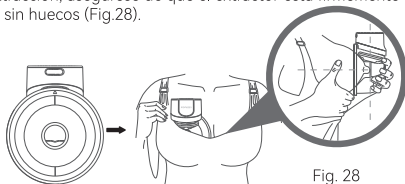

Fig. 28
a. Antes de la extracción, asegúrese de que el extractor está firmemente presionada contra su mama sin huecos (Fig.28).